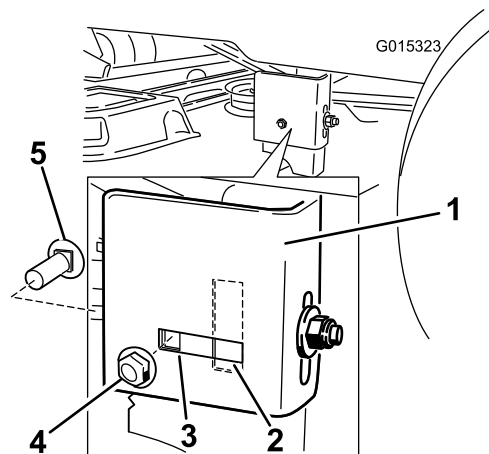

Figure 49
- Passez au côté gauche de la machine. Retirez le boulon de carrosserie et l'écrou de blocage latéraux de la position fixe et placez-les dans la fente arrière (Figure 49). Ne serrez pas complètement l'écrou de blocage.
- Desserrez l'écrou de blocage arrière sur le support jusqu'à ce qu'il soit possible d'ajuster le support (Figure 49).